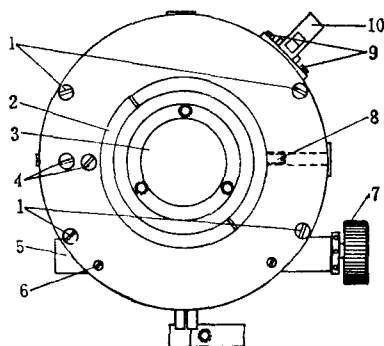
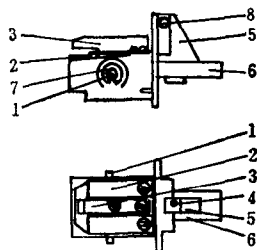

图 1-5 仪器上部仰视图
图 1-6 复测机构夹具座机构图
1) 为了避免在拆卸过程中损坏复测机构，先将复测机构的夹具（图1-5之10）打开，旋去座上的四个固连螺丝（图1-5之9），把复测机构夹具座拆下。图1-6所示即取下的复
在拆卸复测机构的夹具座时，先旋去夹具座上扣住机轴的止头螺丝(图1-6之4)，将扣住机轴(图1-6之8)拆下，并取下扣住机(图1-6之5)和内面的弹簧，然后撬去夹具扳手轴一端的防脱卡片(图1-6之7)，将扳手轴(图1-6之1)从另一端抽出后，即可将扳手(图1-6之6)从夹具中取出。如进一步拆卸弹性铜片下面的活动顶头时，则须旋去顶板(图1-6之3)和弹性铜片(图1-6之2)的固连螺丝，即能将顶板和弹性铜片取下，并可用起子从夹具扳手的安装孔中将活动顶头向上撬出。
3) 为了便于以后安装，先在照准部和度盘盒的接缝处用铅笔划一条骑缝直线(图1-2C之26)作为安装记号，然后再旋去盒底的四个固连螺丝(图1-5之1)。此时照准部与水平度盘之间已无联系，随时有脱离开的可能，因此须用左手握住照准部支架，右手握住竖轴轴套(图1-5之3)，右手的拇指和食指分开，虎口紧贴度盘盒底，使盒与度盘之间位置保持不变，很平衡地将水平度盘连盒一起取下。
2) 旋松微动螺旋弹簧座的一个止头螺丝(图1-5之6), 将弹簧座(图1-5之5)旋下。